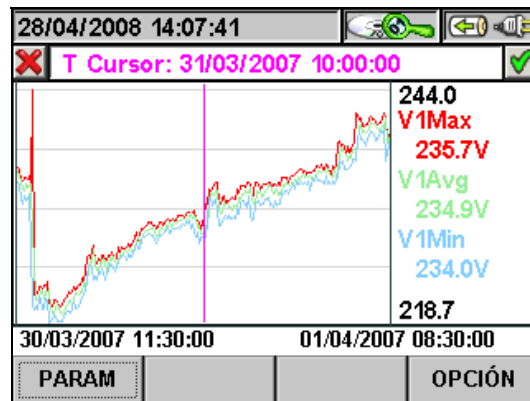

Fig. 91: Gráfico de Registro
- La tecla **ENTER** (o el icono en el visualizador) confirma la selección efectuada anteriormente y visualiza el gráfico del parámetro seleccionado (Fig. 91)